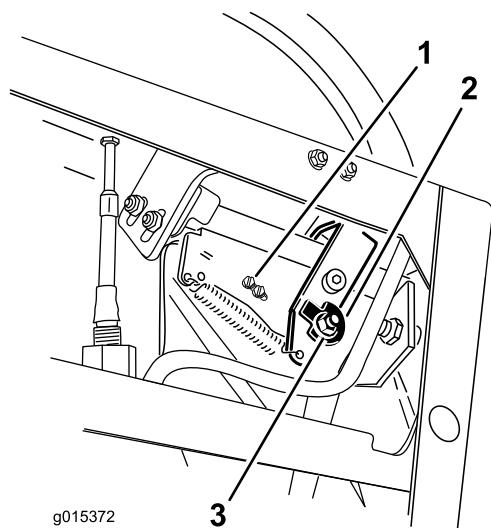

図 17
6. カムを固定しているナットとボルトをゆるめる (図 17)。
10. 必要に応じてスイッチを固定しているネジをゆるめてスイッチの位置を調整する (図 17 と図 18)。